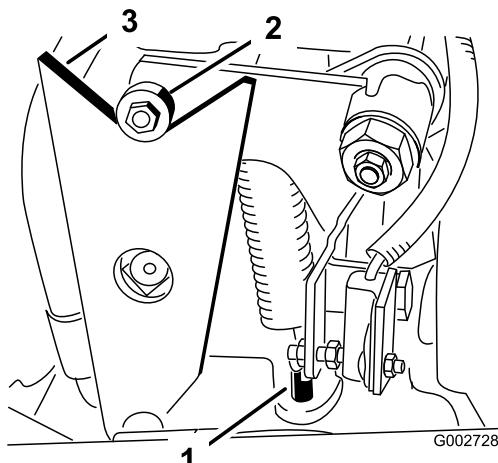

Figura 42
- Se le ruote girano nel senso giusto, spegnete il motore e regolate il dado di bloccaggio del perno di regolazione della molla (Figura 42).